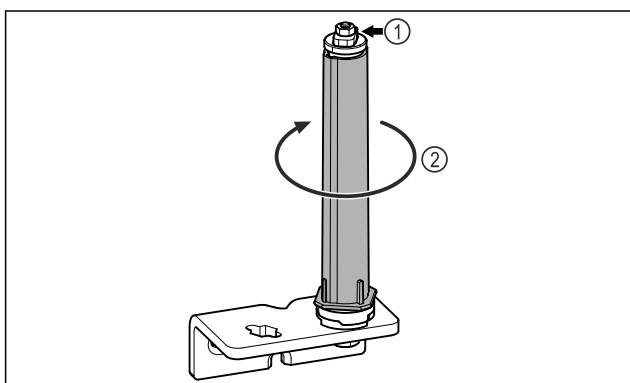

Fig. 29
- Nerozoberajte systém zatvárania dverí Fig. 29 (1).
- Otáčajte systém zatvárania Fig. 29 (2), kým nezacvakne.